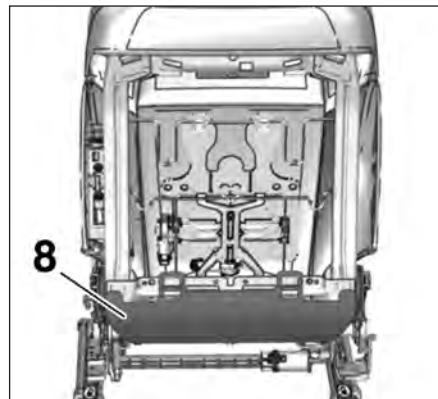
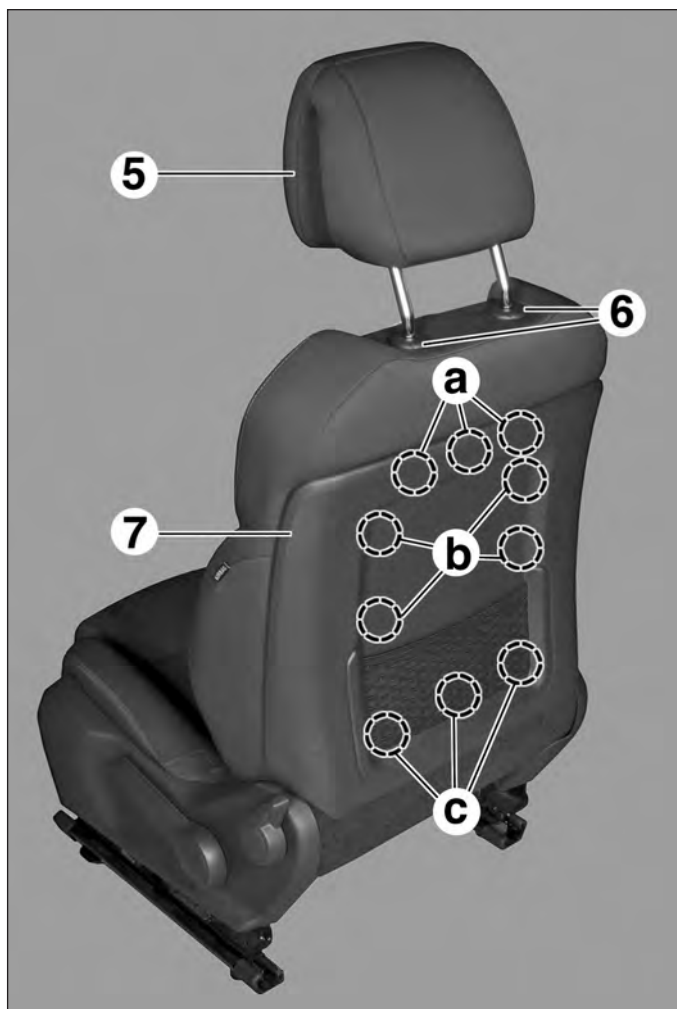

FIG.10
FIG.9
- l'appui-tête (5) (Fig.9),
- les guides (6) d'appui-tête.
- Dégrafer la coque arrière (7) du dossier en (a), en (b) puis en (c) en respectant cet ordre.
- la coque arrière (7) du dossier,
- la garniture inférieure (8) (Fig.10).